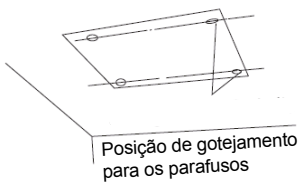

Fig.5
1. Usando o modelo de instalação, faça furos para parafusos (quatro furos) (Fig.5).